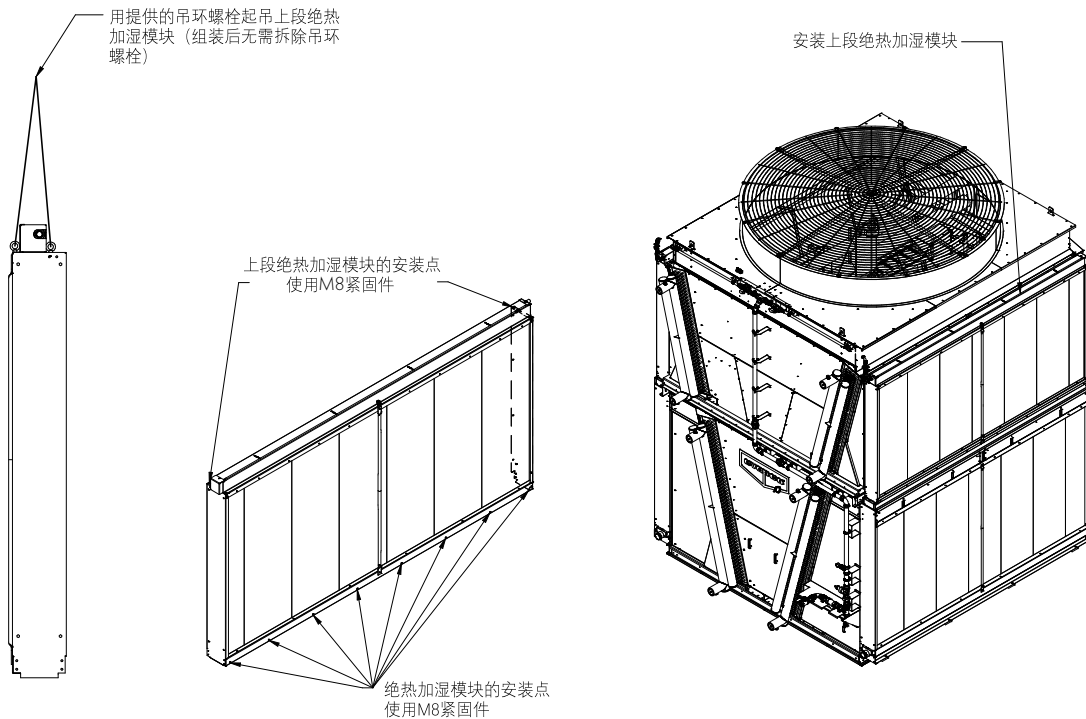

图 33 – 安装上段绝热加湿模块
2. 如下图33所示安装上段绝热加湿板。从靠近机组盘管接口端的位置开始，先将前一个绝热加湿模块固定好，然后再进行下一个模块的安装。